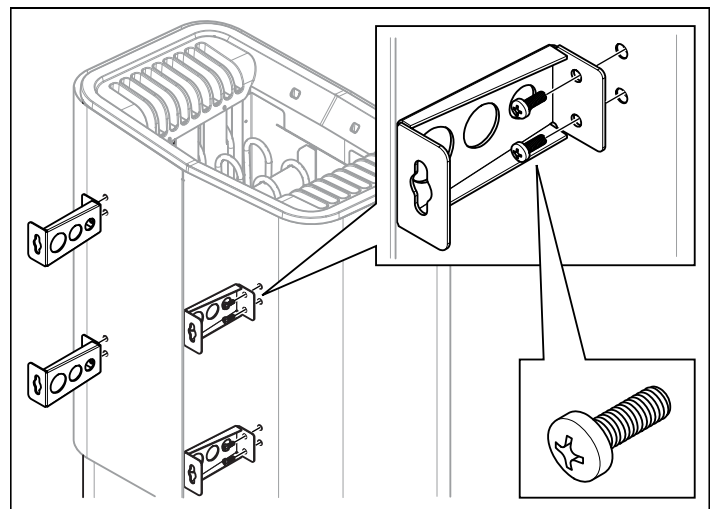

Figure 12 : Fixation des supports au poêle
6. Dévissez les deux premières vis au dos du poêle et vissez l'un des quatre supports en place. Répétez la procédure avec tous les supports (voir figure 12).